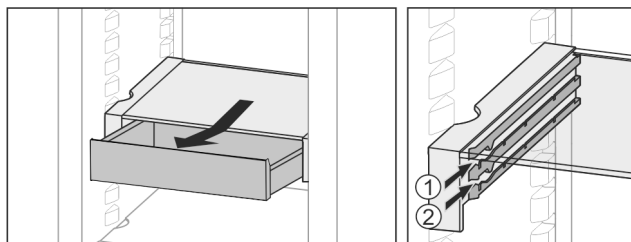

Fig. 36
- ▶ Zasuňte ju v ľubovoľnej výške Fig. 36 (1) alebo Fig. 36 (2).